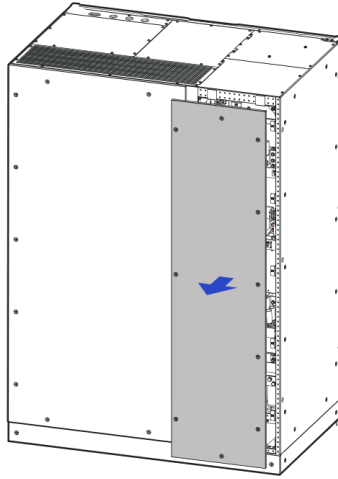

Figura 3-26 Retiro de la cubierta del cableado del UPS-IND HF 13500 y 13600
1. Utilice el desarmador de cruz para retirar los tornillos del bloque de conexiones y retire las cubiertas de cableado, como se muestra en la figura 3-26.